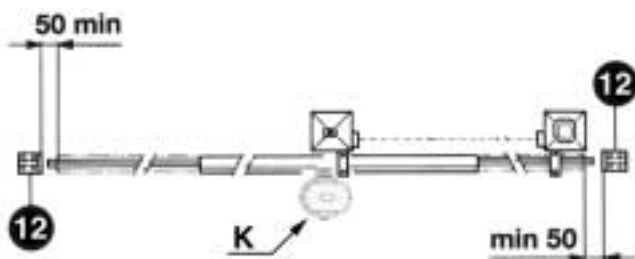

Fig. 2
Il est indispensable que la glissière dispose de deux arrêts mécaniques aux extrémités (12) (Fig. 2).